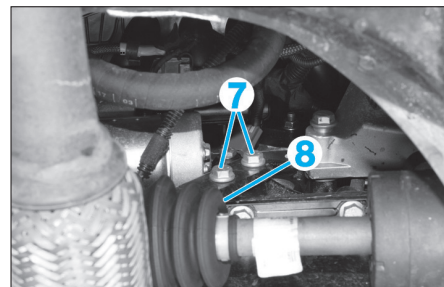

Fig. 5
- Dévisser le boulon (6) fixant l'étrier à la barre de réaction.
- Déposer les vis (7) et l'étrier de liaison (8) (Fig.5).